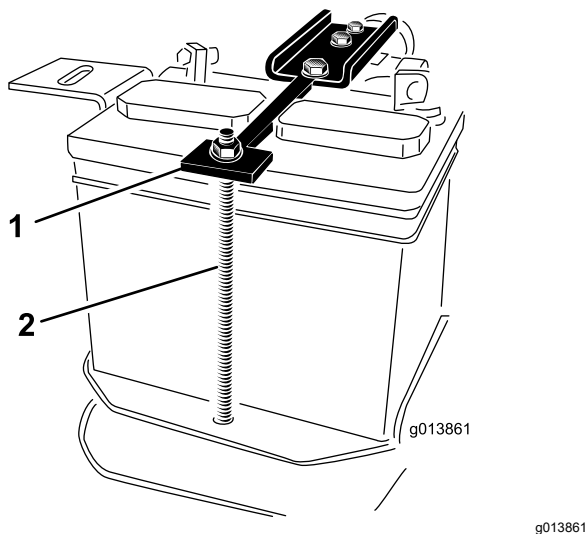

Bild 4
1. Befestigungsschraube (2)
4. Entfernen Sie die 2 Muttern, mit denen die Befestigungsbänder der Batterie befestigt sind, und legen Sie die Muttern, Scheiben, und das Schraubenrohr zur Seite (Bild 4).